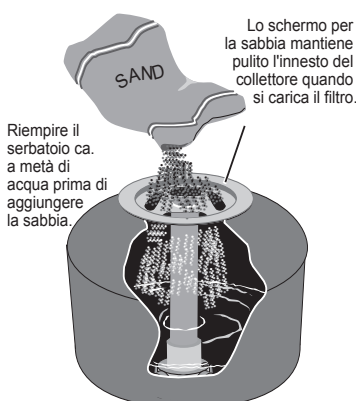

Figura 4
1. Per mantenere la sabbia fuori dal gruppo del collettore, inserire uno schermo in plastica sulla parte superiore del tubo prima di versare la sabbia nel filtro (v. figura 4).